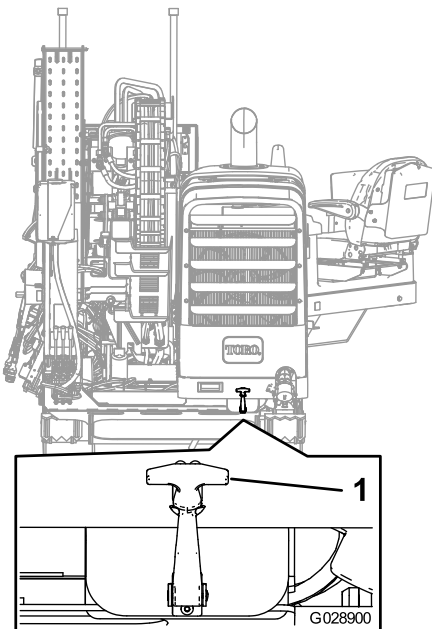

Bild 60
2. Ziehen Sie den Haubenriegel nach außen (Bild 60).